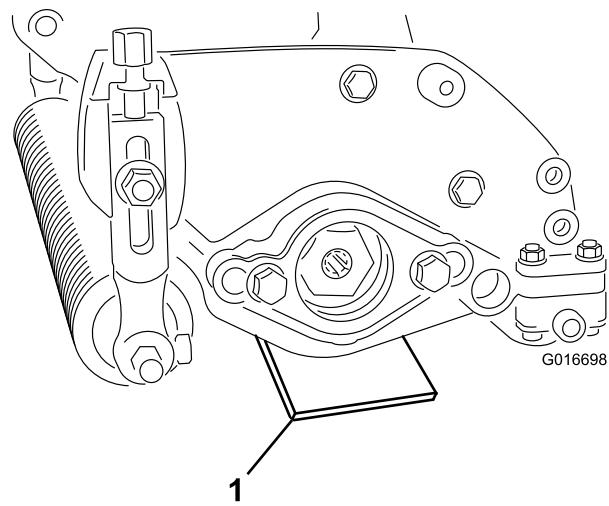

Figura 8
2. Coloque una barra de ajuste del mismo grosor que la altura deseada de las cuchillas sobre el suelo, bajo cada extremo de la unidad escarificadoradora (Figura 8).